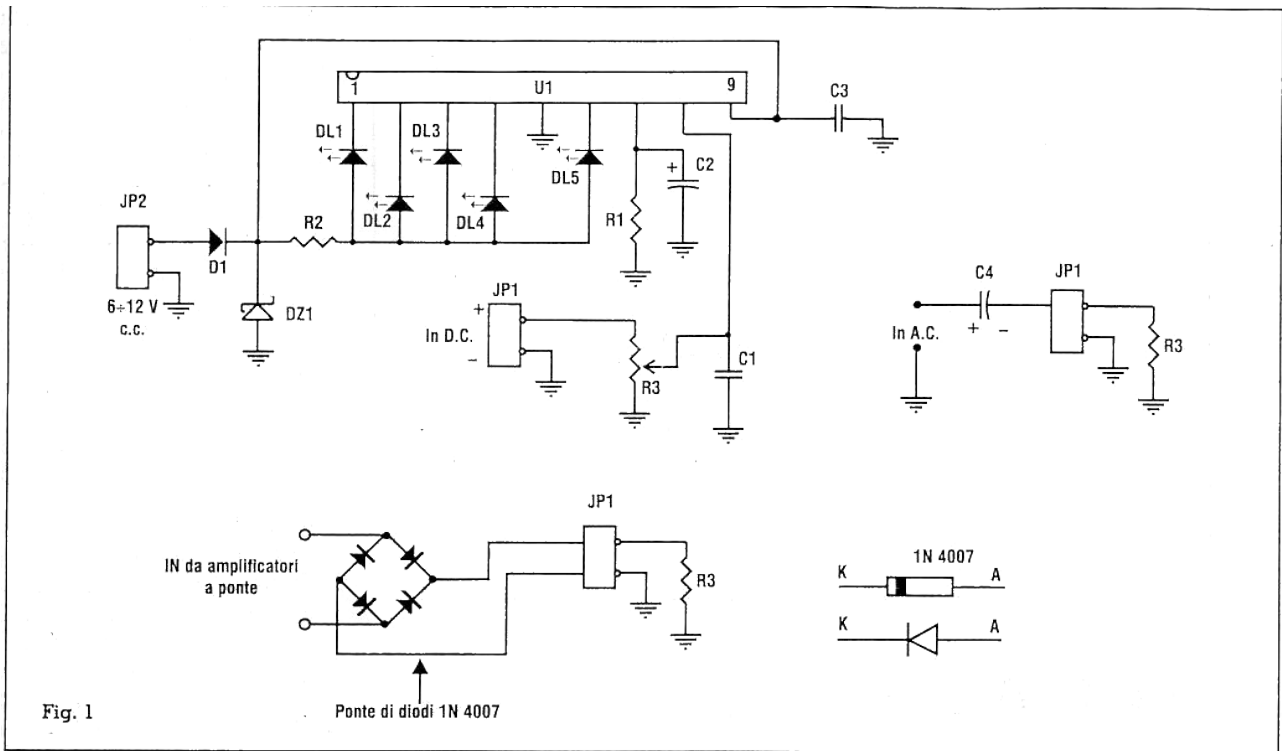

Fig. 1
N.B. utilizzando l'ingresso A.C. deve essere montato C4, utilizzando l'ingresso per amplificatori a ponte deve essere montato il ponte diodi (vedi fig. 1).
In fig. 1 è visibile lo schema elettrico del progetto.
Per adattare il circuito ai due tipi di segnali, continuo e alternato, è necessario collegare il condensatore C4 da 1uF in serie all'ingresso del circuito come evidenziato in fig. 1. Nel caso si voglia monitorare segnali in continua non si dovrà montare il condensatore C4 ed il segnale dovrà essere collegato
Per monitorare una uscita a ponte dovrete necessariamente realizzare il circuito di raddrizzamento disegnato in fig. 1, utilizzando un semplice ponte a diodi si potrà riferire il segnale a massa, evitando così di danneggiare lo stadio d'uscita. Se avete dei dubbi sul tipo di uscita che utilizza il vostro impianto potrete utilizzare lo stesso il ponte a diodi, senza che questo comprometta il corretto funzionamento del sistema.
N° 4 diodi 1N4007 (vedi fig. 1)